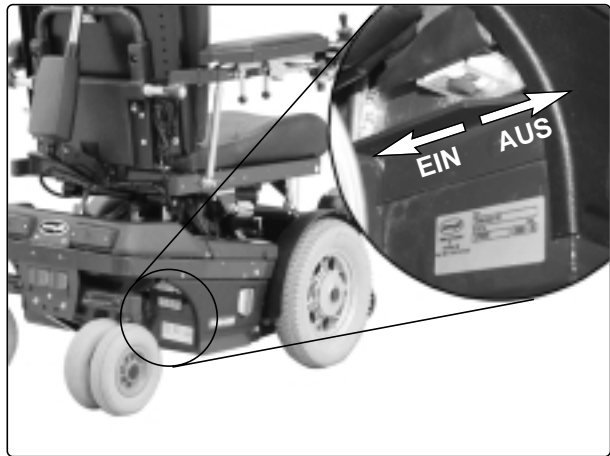

Abb. 46. Hauptsicherung/Batterietrenner
Die Hauptsicherung braucht normalerweise nicht ausgewechselt zu werden, da sie vom Automatiktyp ist und somit nach einer Auslösung rückgestellt werden kann. Sie befindet sich an der Chassisunterseite über dem rechten Hinterrad, siehe Abb. 46. Die Hauptsicherung wird durch eine Gummilippe vor Schmutz und Wasser geschützt, die sich einfach wegklappen lässt.
2. Stellen Sie die Hauptsicherung auf "AUS", siehe Abb. 46.
10. Stellen Sie die Hauptsicherung auf „EIN“, siehe Abb. 46.